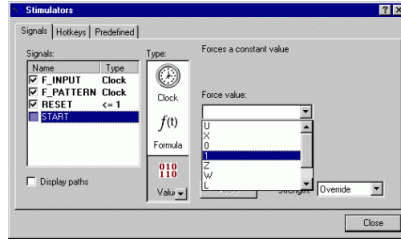

Рисунок 2.8 – Настройка сигнала START
2.2.1.12 Додайте у вікно **Stimulators** останній вхідний сигнал – **start**. Оскільки його значення не змінюватиметься протягом моделювання, виберіть для нього тип стимулятора – *Value*. В полі *Force Value* виберіть значення '1'. Підтвердить зміни клацанням на кнопці Apply (рис.2.8). Хоча всі стимулятори були задані, вікно **Stimulators** залиште відкритим.